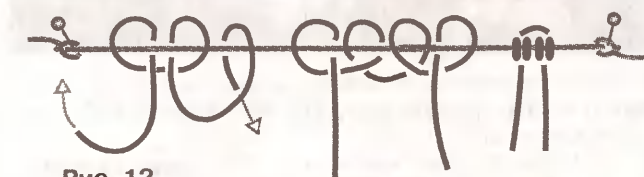

Рис. 12
**Уз-го способа** (рис. 12) несколько названий: круглый навес, расширенное или растянутое крепление, навес нити репсовым узлом, двойная навеска.